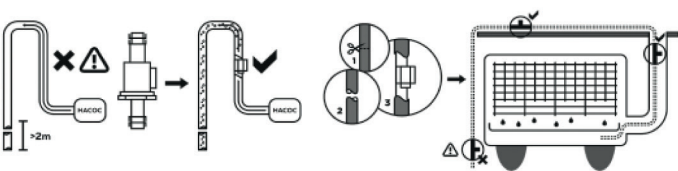

рис. 2
- 5. Конец выпускной трубки не рекомендуется опускать ниже 2 метров относительно насосного модуля. В противном случае будет наблюдаться «сифонный эффект», и для его подавления будет необходимо установить аитисифонный клапан в одном из допустимых мест (рис. 2).